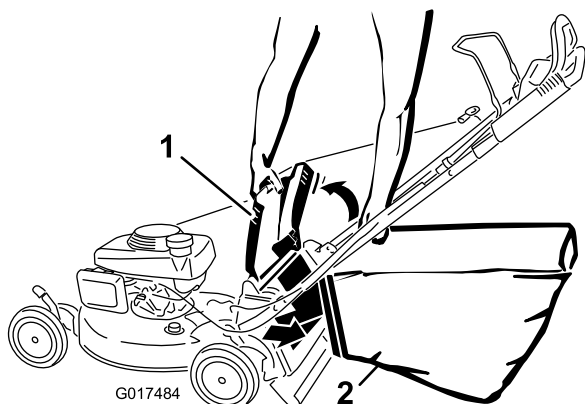

Figure 21
4. Accrochez le bord supérieur avant du bac sur les crans (Figure 21).